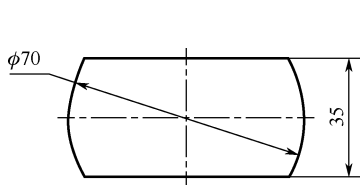

图 5-2 绘制外形轮廓及中心线
(1) 绘制中心线、水平轮廓线、 $\phi 70$  圆，并修剪多余的图线，如图 5-2 所示。